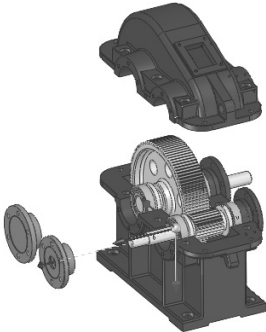

图 6-63 移动轴承端盖
STEP 5 选择左侧两个轴承端盖，沿着坐标系轴向向左拖动一定的距离，效果如图 6-63 所示。